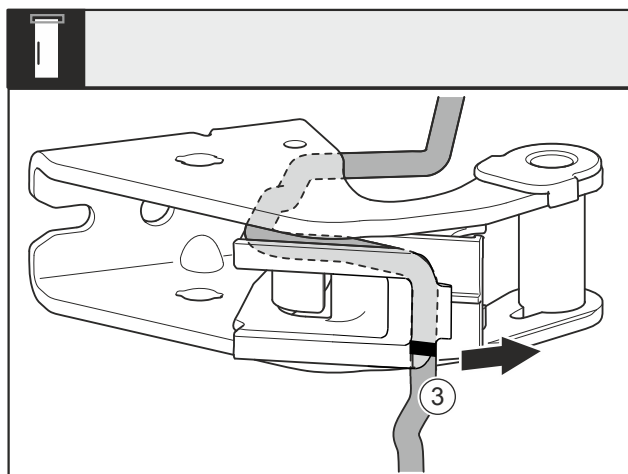

Fig. 26
- Desmonte el cable con el portacables Fig. 26 (3) del soporte del cojinete.